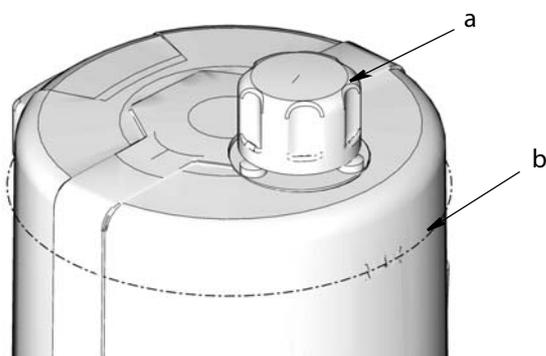

рис. 14
- Не превышайте максимального заливочного объема (рис. 14).